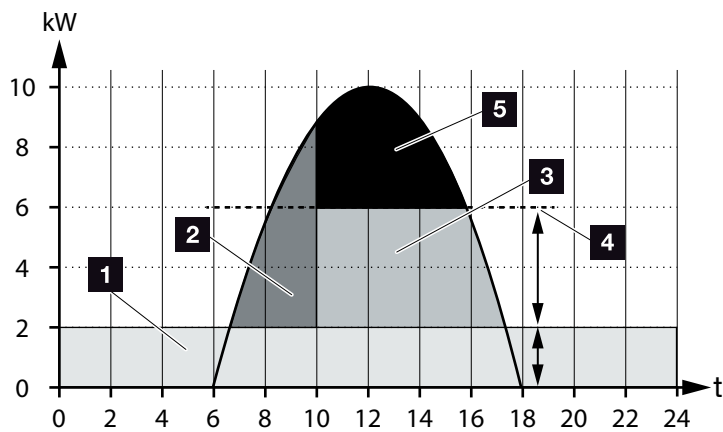

Fig. 56: Regolazione senza controllo intelligente della batteria
Nella  **Fig. 56, pos. 4** è possibile riconoscere che senza una gestione intelligente della batteria, l'energia FV prodotta proprio in caso di maggiore irraggiamento solare resta inutilizzata a causa, ad es., della limitazione al 50% ca. ai sensi degli standard KfW.